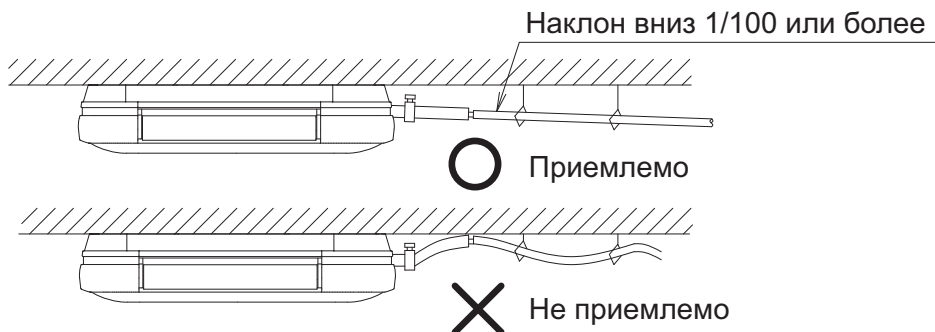

Рис. 28
- Установите как можно более короткий трубопровод с наклоном вниз 1/100 или более и без мест, где может застаиваться воздух. **(См. рис. 28)**